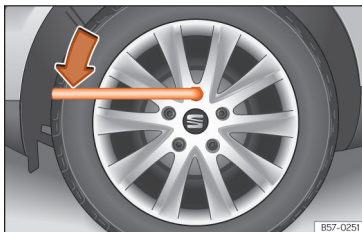

Рис. 226 Заміна колеса: послаблення колісних болтів
- Надіньте торцевий ключ на колісний болт до кінця >>> **рис. 226**.